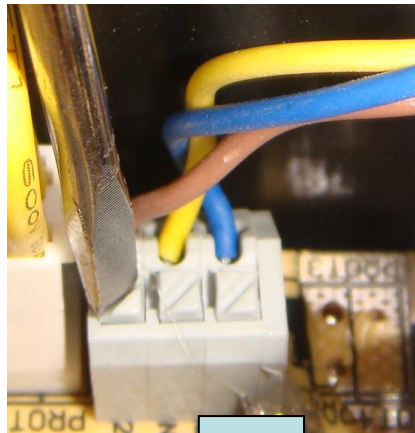

Fig. 2
- 3) Débranchez les conducteurs de la commande de la plaque électronique fig. 2.